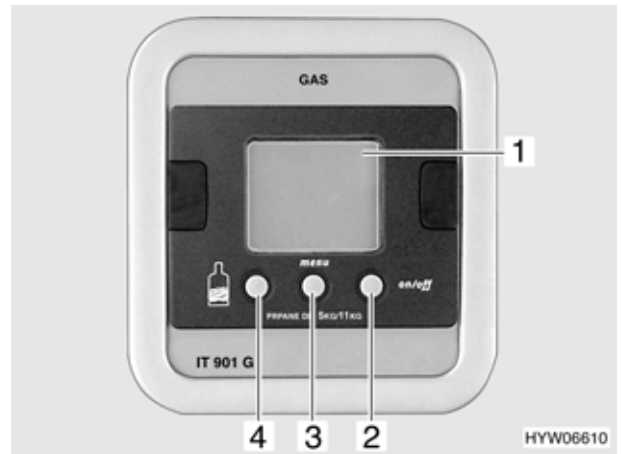

Fig. 66 Indicatore livello bombole gas
- Premere il tasto "on/off" (Fig. 66,2): l'indicatore è acceso.
- Premere il tasto (Fig. 66,4) : il contenuto della bombola del gas è espresso in kg (Fig. 66,1).
- Premere il tasto "on/off" (Fig. 66,2): l'indicatore è spento.
- ▷ Premendo il tasto "menu" (Fig. 66,3) appare l'ultima misurazione effettuata del livello del gas.
- Premere il tasto (Fig. 66,4) . Sullo sfondo dell'indicatore (Fig. 66,1) appaiono i valori della bombola precedentemente inserita.
- Per cambiare la grandezza della bombola premere il tasto (Fig. 66,4) a lungo, fino a leggere nell'indicatore la dimensione della bombola attuale.
- Premere il tasto (Fig. 66,4) fino a che nell'indicatore (Fig. 66,1) non appare la scritta "Sec".